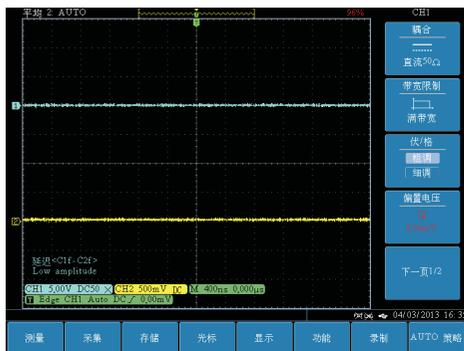
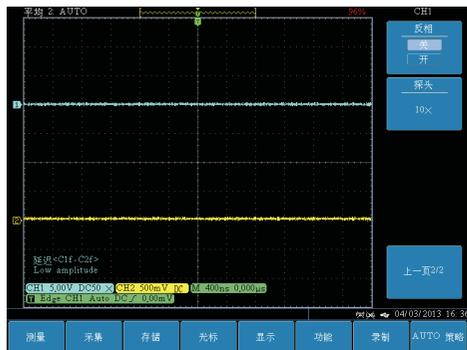

图2-3 输入耦合为50Ω
图2-4 探头倍率为10×
2、使用P6243有源探头时候，请将对应UTD9000示波器通道“输入阻抗”设置为“50Ω”（如图2-3左图所示），并将探头倍率设置为“10×”（如图2-4右图所示）。